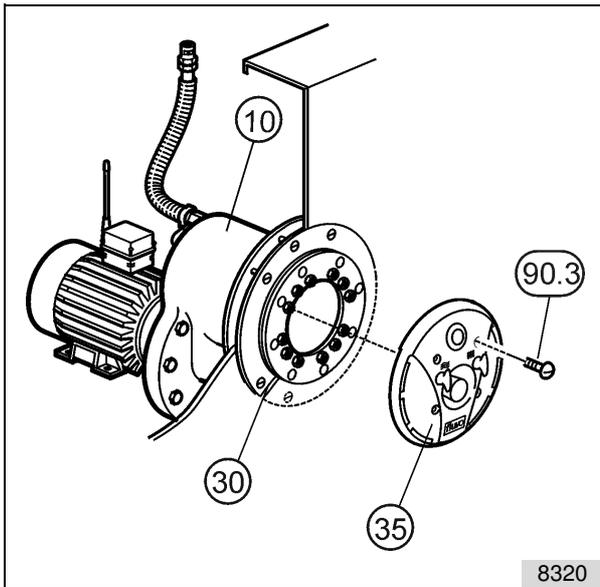

Abb. 23
Der Luftschlauch (65) inkl. Luftventil (28) kann in Sonderfällen auch in der Überlaufrinne montiert werden. (siehe Abb. 23, Detail X).